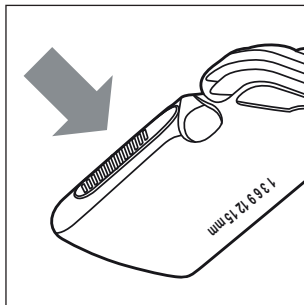

Fig. 5
- Appuyez sur le bouton lorsque vous faites glisser le sabot 10/11 vers le haut ou vers le bas (voir fig. 5). Le sabot 10/11 se détache et bouge ainsi plus facilement de l'encliquetage.
- Appuyez sur le dessus du bouton lorsque vous faites glisser le sabot **10/11** vers le haut ou vers le bas (voir fig. 5). Le sabot **10/11** se détache et bouge ainsi plus facilement de l'encliquetage.